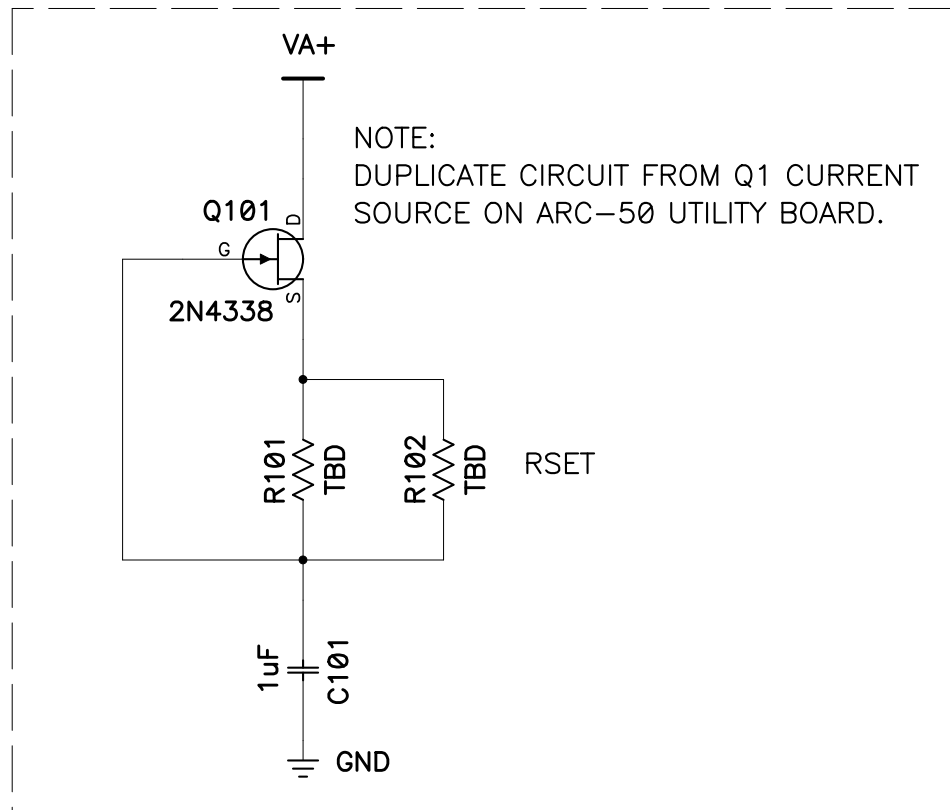

FIG 3
1. INSTALL CIRCUIT AS SHOWN IN FIG 3 IN THE ISO1 LOCATION (SEE FIG.1 AND LRIS_ARC-50 ECO_SH_2.PDF FOR LOCATION)